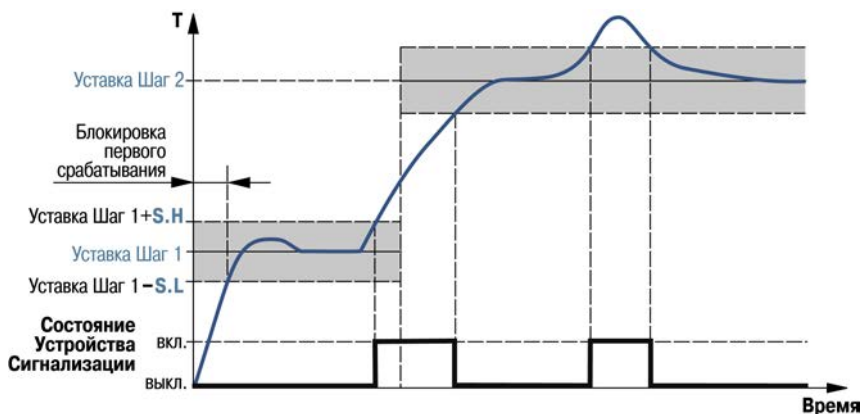

Рисунок 3.8 - Пример логики работы и блокировки срабатывания Устройства сигнализации при U-образной логике
2) при выходе регулируемой величины за заданные пределы – U-образная логика ($\text{SIG.t} = \text{S.otn}$) (рис. 3.8);